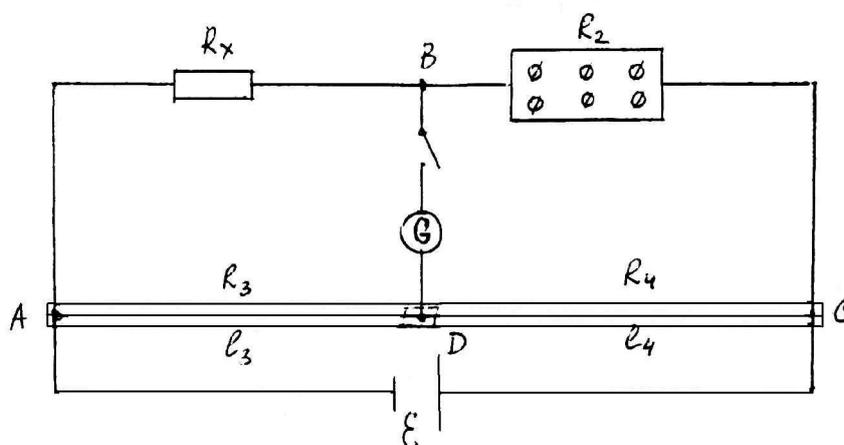

Рис. 3 .Принципиальная схема. Измерение сопротивлений мостовым методом.
Для измерения искоемых сопротивлений собирают электрическую цепь по следующей схеме (рис.3).
- 4.1. Собрать схему согласно рис.3.